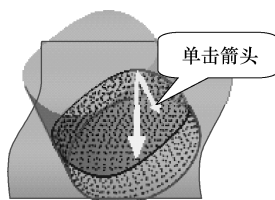

图 8-97 原模型
(5) 在模型树选择曲面“合并 1”，按住〈Ctrl〉键在图形区选择曲面 3。
(6) 选择菜单栏中的【编辑】|【合并】选项，模型如图 8-97 所示。